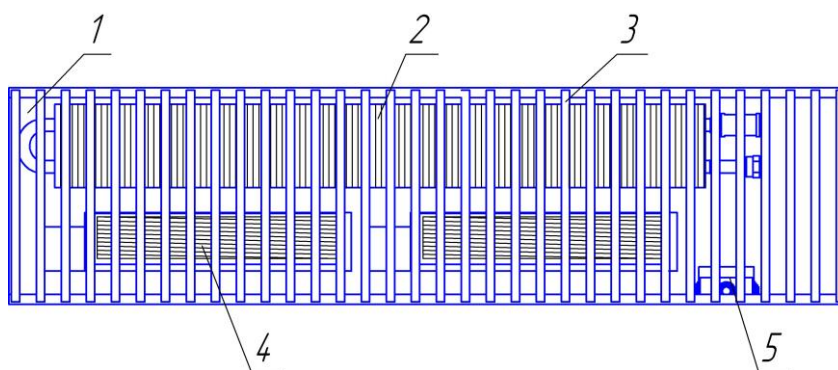

Рис.1. 1. Короб. 2. Теплообменник. 3. Решетка. 4. Вентилятор. 5. Монтажная коробка или электронный модуль управления вентиляторами (ТСМ или МУВ).
2.1. Общий вид конвектора показан на рис. 1.